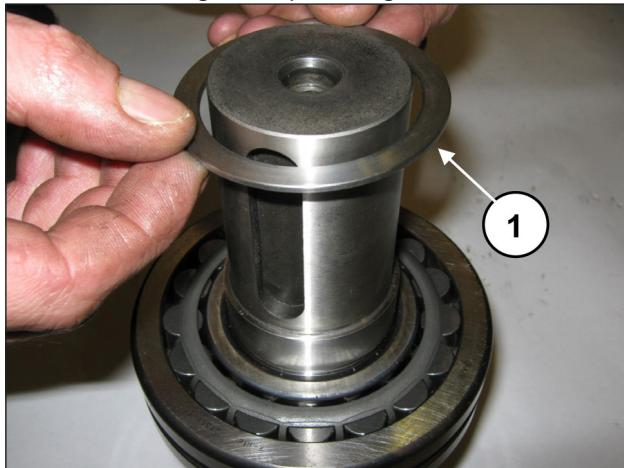
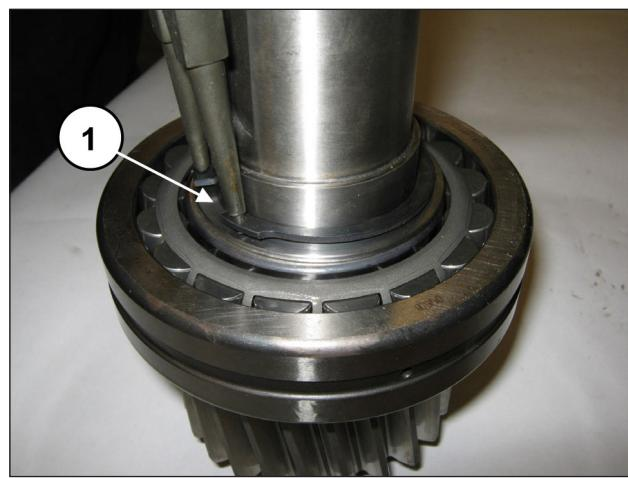

Fig. 85
Fig. 86
Introducir el anillo de apoyo del cojinete (pos. ①, Fig. 85) y colocar la anilla seeger Ø55 (pos. ①, Fig. 86).